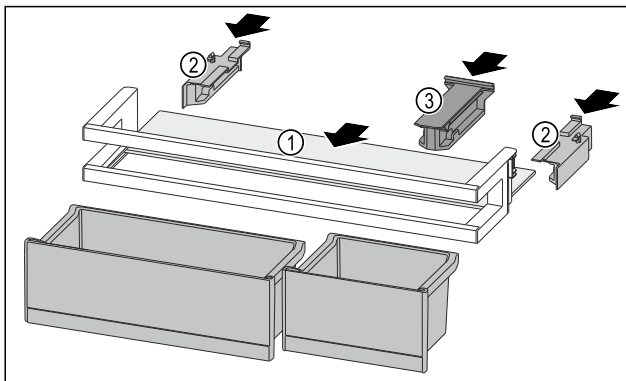

Fig. 122
- ▶ Abstellfläche Fig. 122 (1) in die seitlichen Einsparungen einschieben.
- ▶ Seitenteile Fig. 122 (2) einsetzen.
- ▶ Halteteil Fig. 122 (3) einsetzen.